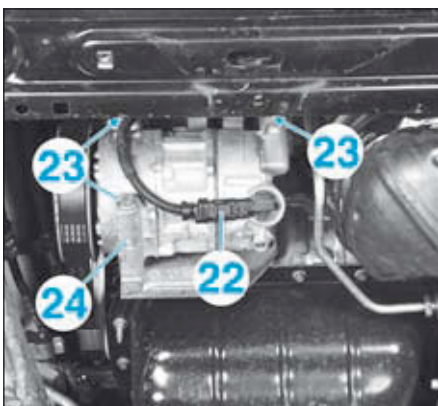

FIG.112
- Débrancher le connecteur (22) (Fig.112).
- Déposer les vis (23).
- Ecarter et brider, sans débrancher les canalisations de climatisation, le compresseur (24).